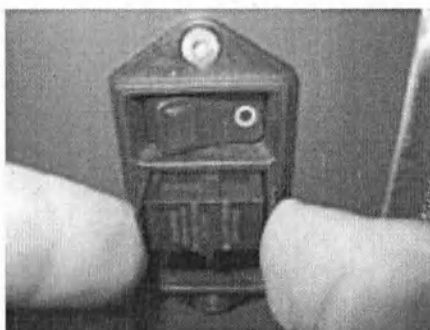

Рисунок 73. Отделение предохранителя и зажимы
- Легко нажмите на два зажима с обеих сторон отделения предохранителя, и вытащите предохранитель (Рисунок 73).